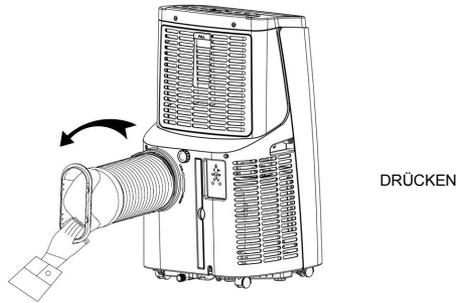

Abbildung 1
1.1 Installieren Sie das Wärmerohr (wie in Abb. 1 dargestellt)
- 2) Stecken Sie die Wärmerohr-Baugruppe (das Ende der Abluftrohrverbindung) in den Lüftungsschlitze der Rückwand (nach links drücken) und vervollständigen Sie den Zusammenbau (wie in Abbildung 1 gezeigt).